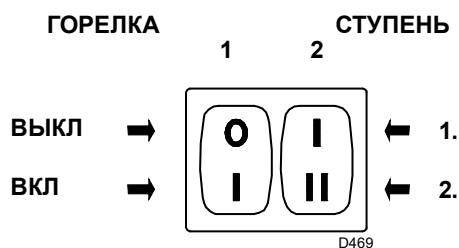
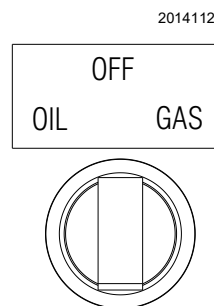

Рис. 30
Рис. 31
Удерживайте горелку в работе на 1-й ступени, повернув переключатель 2)(Рис. 30) в положение 1-й ступени. Регулировка заслонки вентилятора осуществляется оранжевым рычажком серводвигателя (Регулировка реле давления» на стр. 32).
Переключатель 2)(Рис. 30) в положение 2-й ступени. Регулировка заслонки вентилятора осуществляется красным рычажком серводвигателя, (Регулировка реле давления» на стр. 32).
Запустите горелку, закрыв пульты управления, при этом переключатель 1)(Рис. 30) должен находиться в положении «ВКЛ» и переключатель топлива - в положении «ДИЗЕЛЬ» (Рис. 31).
Когда дизельное топливо начнет выходить из винта 3)(Рис. 23 на стр. 22), насос включен. Остановите горелку, устанавливая переключатель 1)(Рис. 30) в положении **SPENTO** (Выкл) и затягивая винт 3).
- Переключатель 1)(Рис. 30 на стр. 28) в положение «ГОРЕЛКА ВКЛЮЧЕНА».
- Переключатель 2)(Рис. 30 на стр. 28) в положение «1 СТУПЕНЬ».
Установите переключатель 2)(Рис. 30) в положение 2-й ступени: серводвигатель откроет воздушную заслонку на значении, установленном ранее для дизельного топлива, и даст команду на открытие газового клапана VR2 2-й ступени.
Установите переключатель 2)(Рис. 30) в положение 1-й ступени: серводвигатель закроет воздушную заслонку на значении, установленном ранее для дизельного топлива, и даст команду на открытие газового клапана VR1 1-й ступени.